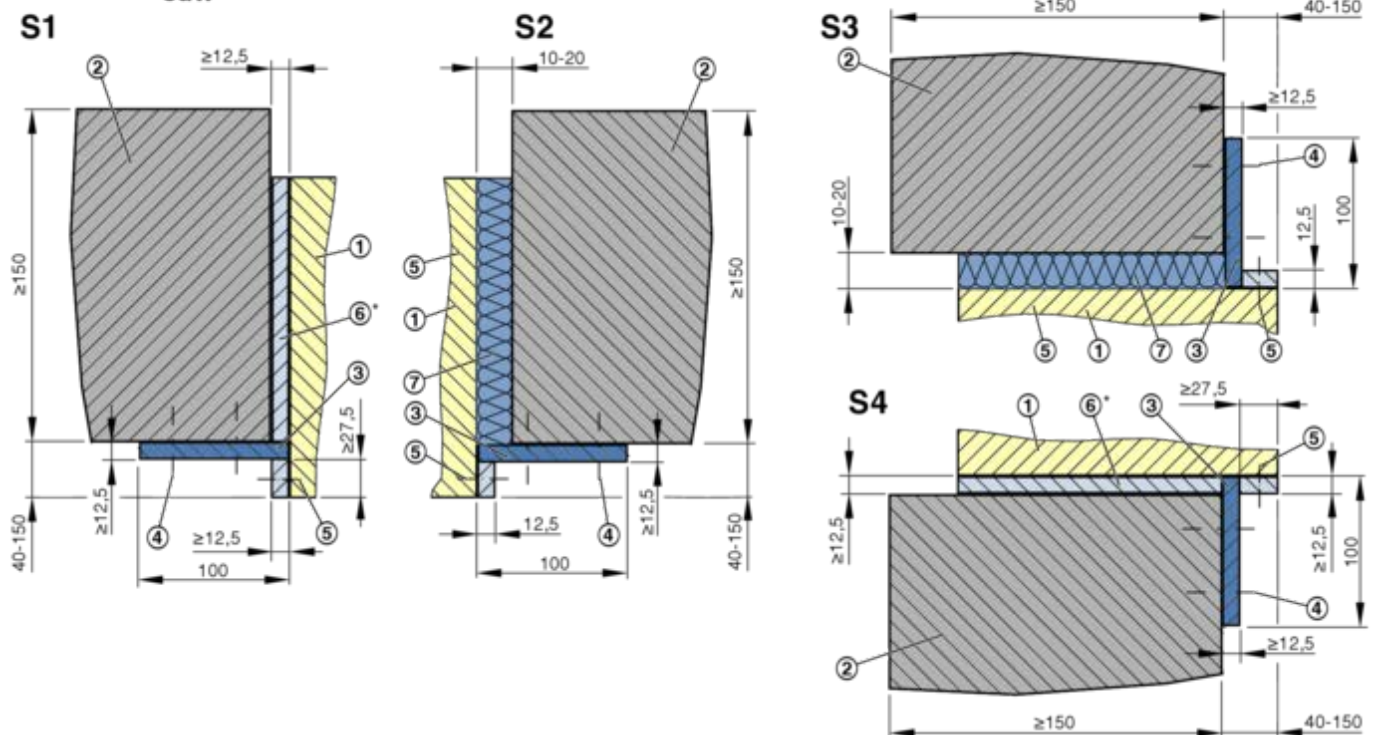
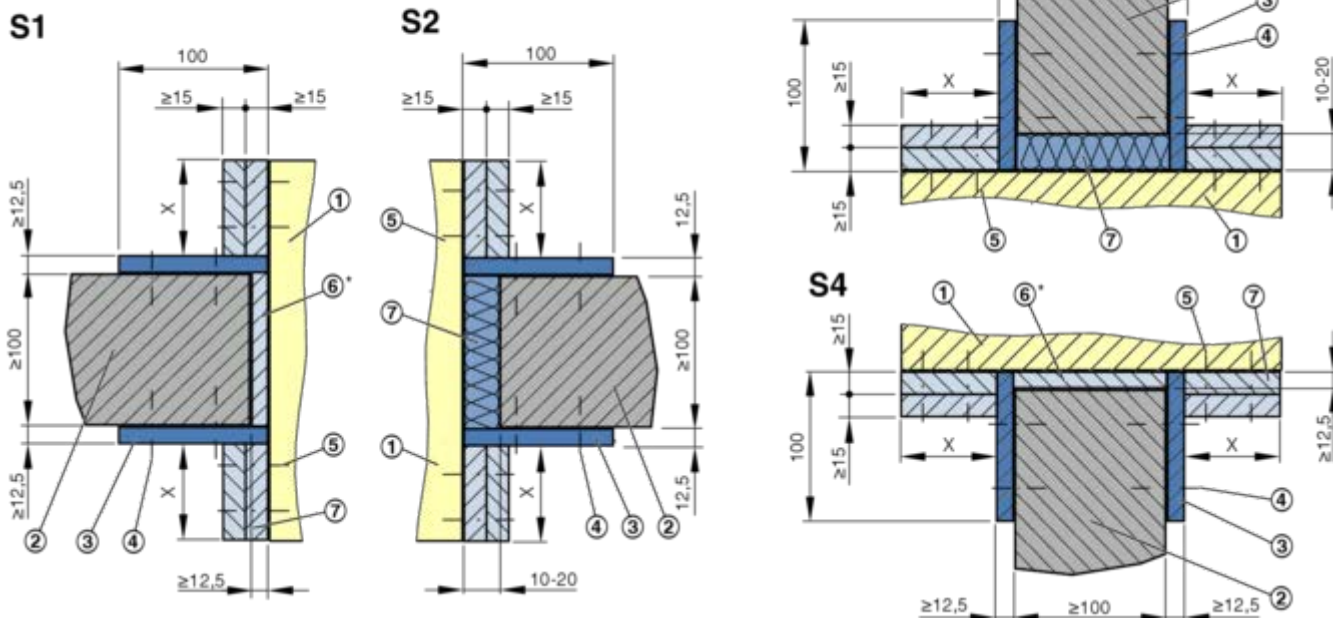

Fig. 22: Dettagli installazione a secco senza malta EK-JZ in una parete piena, parete piena con intercapedine EI 90 S
Fig. 23: Dettagli installazione a secco senza malta EK-JZ in una parete piena, parete piena con intercapedine EI 120 S, legenda ↪ Fig. 22
Profilo angolare ↪ Fig. 22 , Fig. 23
- EI 90 S  $v_{ew}$  : profili angolari su entrambi i lati della parete, 1 striscia  $\geq 12,5$  mm, ↪ Fig. 22
- EI 90 S  $v_{edw}$  : profilo angolare sul lato operativo (parete con intercapedine), 1 striscia  $\geq 12,5$  mm, ↪ Fig. 22
- EI 120 S  $v_{ew}$  : profili angolari su entrambi i lati della parete, 2 strisce  $\geq 15$  mm, ↪ Fig. 23
- Le cavità sono imbottite con lana minerale o lana di roccia (7).